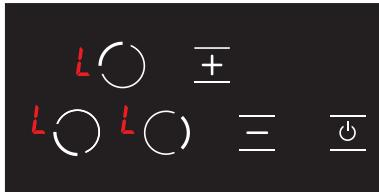

Abbildung 20
3. In diesem Moment ist die Kindersicherung aktiv und um diese Situation auszudrücken werden an allen Kochplatten das Symbol **L** angezeigt. (siehe Abb. 20) Wenn eine heiße Kochplatte vorhanden ist, werden die Symbole **L** und **H** abwechselnd auf dem Bildschirm angezeigt.